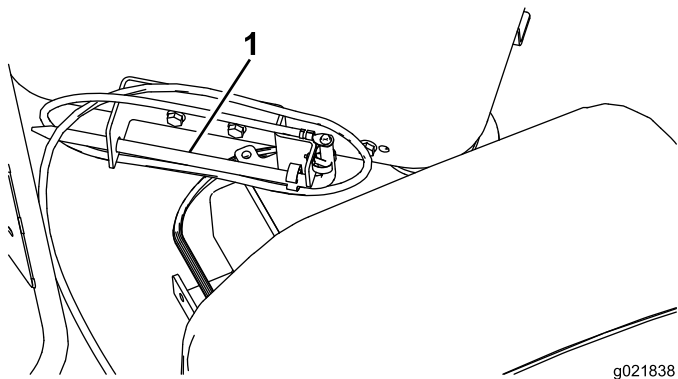

Рисунок 40
1. Удалите стойку заземления с держателя на стороне платформы оператора (Рисунок 40).
2. Переведите буровую каретку полностью вниз в буровую раму и произведите распыление состава для резьбы на резьбовую поверхность шпинделя, затем верните буровую каретку в верхнюю часть рамы (Рисунок 40).